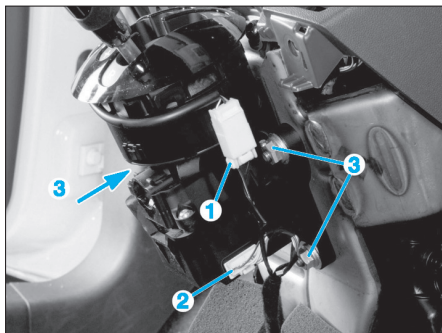

Fig. 60
- Débrancher les connecteurs (1) et (2) (Fig.60) de la commande du levier de vitesses automatique.
- Dévisser les écrous (3) de fixations du levier de vitesses automatique et le déposer.